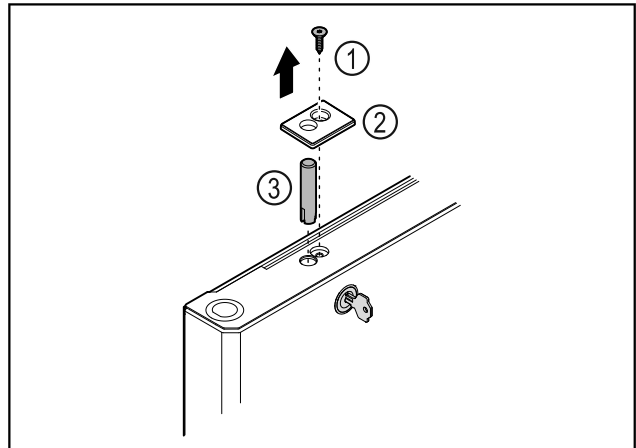

Fig. 38
- ▶ Odstraňte šroub Fig. 38 (1).
- ▶ Uvolněte kryt Fig. 38 (2) malým šroubovákem a sejměte jej.
- ▶ Vytáhněte zámkový čep Fig. 38 (3).